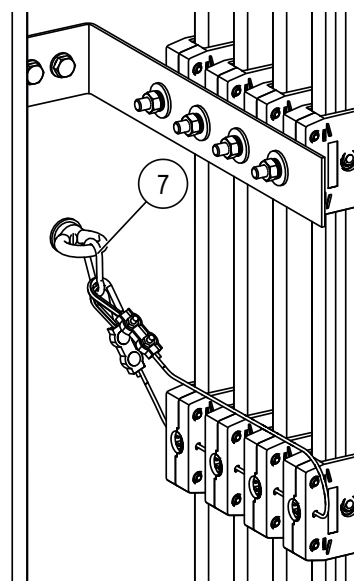

Abb. 43: Seilkauschen in Karabiner (Pos. 7) einhaken
- Die Seilkauschen in den Karabinerhaken (Pos. 7) einhaken (siehe Abb. 43).
- Den Karabinerhaken (Pos. 7) in die geeignete sichere Befestigungsmöglichkeiten (z.B. Ringschraube) für das Sicherungsseil (Pos. 4) einhängen (siehe Abb. 43).